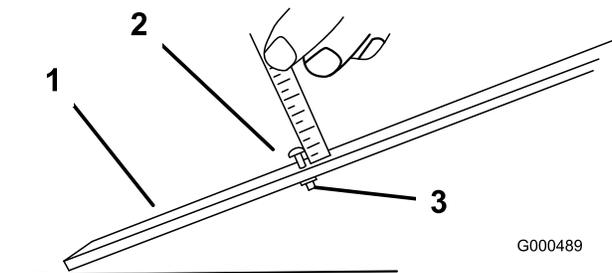

Figure 61
2. Desserrez l'écrou du gabarit (Figure 61) et tournez la vis de réglage de manière à obtenir la hauteur de coupe voulue. L'écartement entre la base de la tête de la vis et la face du gabarit correspond à la hauteur de coupe.